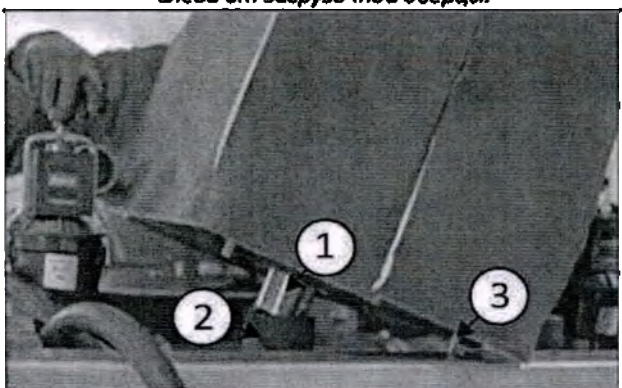

Рис. 6.7
4) Расположите бойлер сверху машины, стараясь правильно вставить нижний водяной патрубок (1 Рис. 6.7) в переливную трубу (2 Рис. 6.7) и винты (3 Рис. 6.7) в соответствующие отверстия.